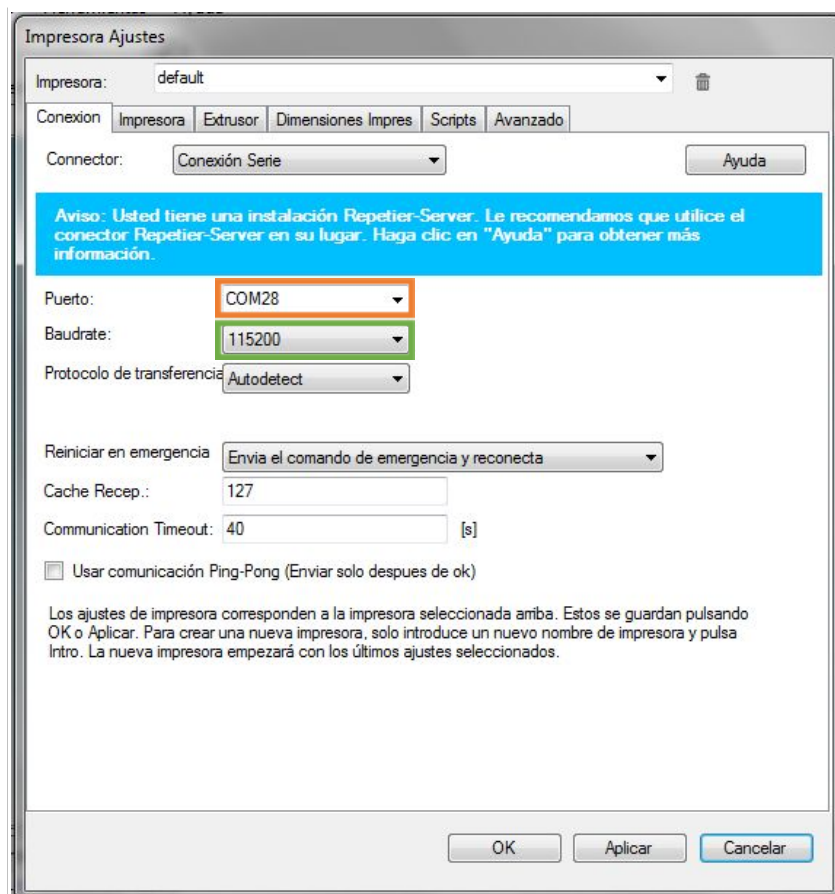

Figura 11. Pestaña Conexión.
Al hacer click en “**configurar impresora**” se abre una ventana con la pestaña “**Conexion**” inicialmente. Ver (Figura 11). En esta pestaña hay que configurar dos parámetros importantes.
- Luego seleccione la tasa adecuada de comunicación o **Baudrate**, que debe ser de 115200. Ver recuadro verde Figura 11.